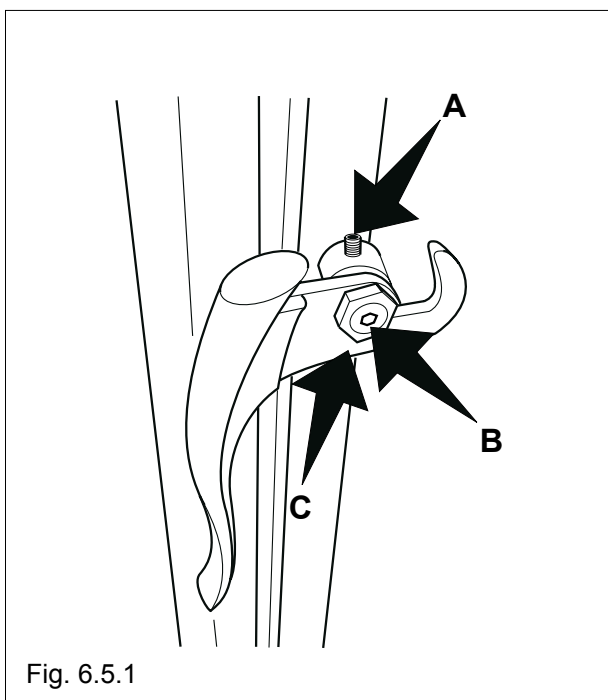

Fig. 6.5.1
6.5 REGOLAZIONE DELLA MANIGLIA (Fig. 6.5.1)
GB 6.5 ADJUSTING THE HANDLE (FIG. 6.5.1)
6.5 REGULIERUNG DES GRIFFES (ABB. 6.5.1)**D**